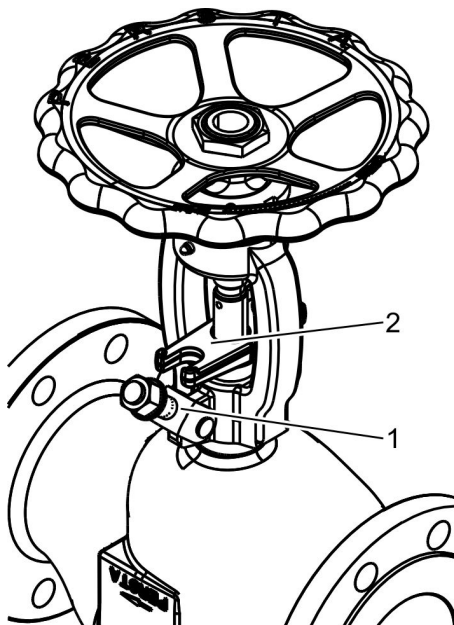

Abb. 40: Stopfbuchsschrauben umklappen
4. ➤ Muttern an der Stopfbuchsbrille (Abb. 40/2) so weit lösen, bis die Augenschrauben (Abb. 40/1) zur Seite geklappt werden können.
5. ➤ Stopfbuchsbrille (Abb. 40/2) so weit wie möglich nach oben schieben.